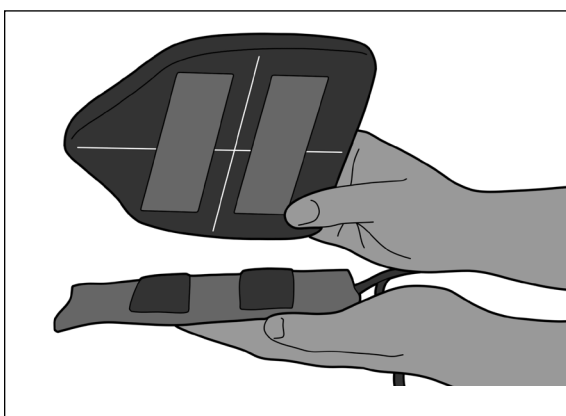

Fig. 1
1. Asigurați-vă că padela este aliniată corespunzător pentru atașarea la pungă (Fig. 1). Aliniați dispozitivul de fixare cu bandă cu arici.